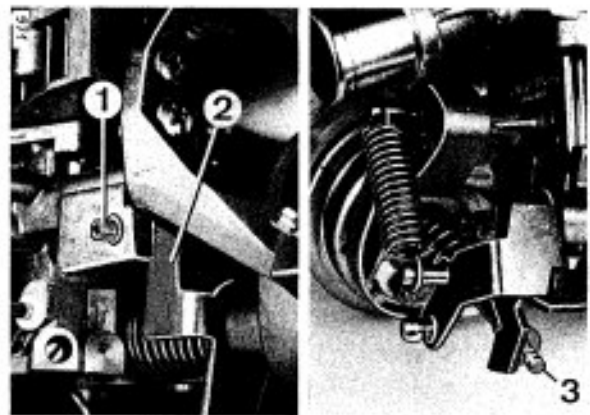

Bild 22
In dieser Position muß eine Lehre von $2,0 \pm 0,05$ mm gleitend zwischen Drosselklappenanschlagschraube (1), Bild 22, und Hebel (2) hindurchgehen.
- Ggf. an neuer Leerlaufanschlagschraube (3) (Abreißschraube) einstellen.
- Kopf der Leerlaufanschlagschraube (3) Bild 22 abbrechen.
- Kontrollieren, ob Drosselklappenhebel (2), Bild 22, auf Anschlagsschraube (1) anliegt.